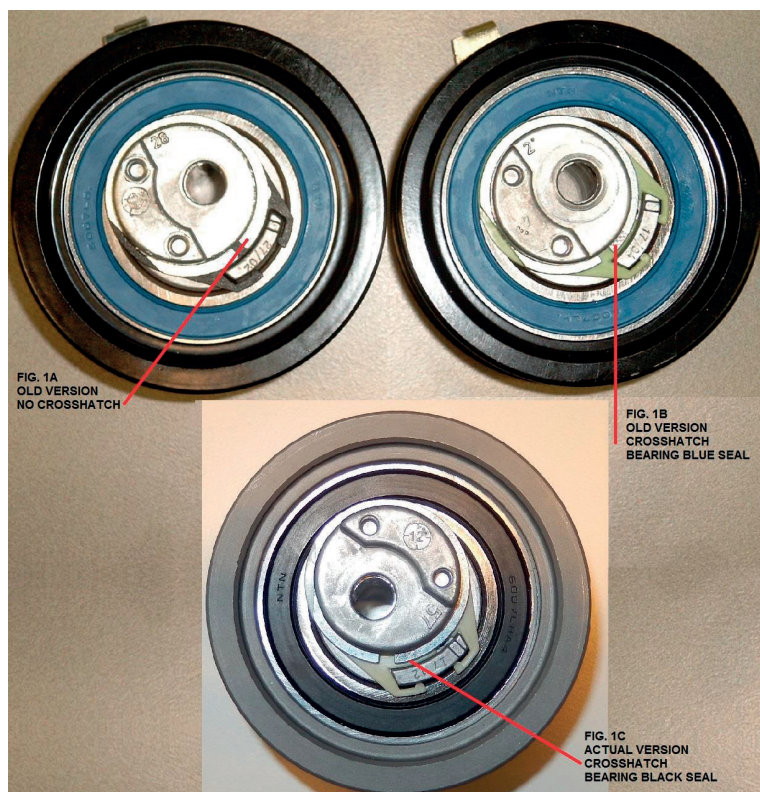
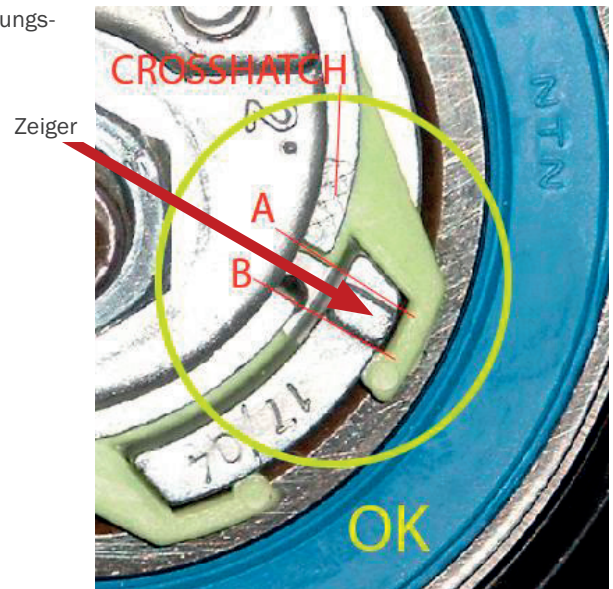

ABB. 1
ABB. 4
In Abb. 1 sehen Sie, dass diese Spannrolle seit zwei Generationen (1B und 1C) einen Riemenverschleißanzeiger mit Kreuzschraffur (crosshatch) aufweist (siehe auch Abb. 4). Dieser Bereich zeigt an, wann der Steuerriemen verschlissen ist und ausgetauscht werden muss.
7. Drehen Sie den Spannrollen-Justierer mit dem zugehörigen Spezialwerkzeug im Uhrzeigersinn, bis der Zeiger an der korrekten Position sitzt (Abb. 4). Falls Sie zu weit gedreht haben (Abb. 7), drehen Sie den Justierer wieder ganz zurück und wiederholen Sie den Vorgang.
12. Überprüfen Sie, ob sich die Arretierwerkzeuge leicht einsetzen lassen. Der Zeiger der Spannrolle sollte sich in der in Abb. 4 gezeigten Position befinden. Wenn dies nicht möglich ist, Einstellvorgang wiederholen.